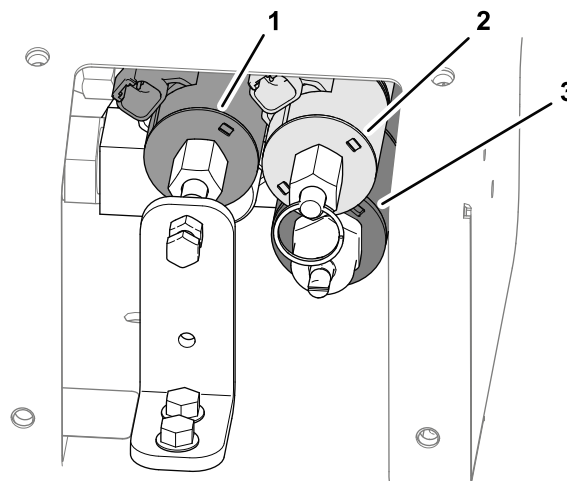

Figura 29
3. Individuate le 3 valvole di controllo (Figura 29).